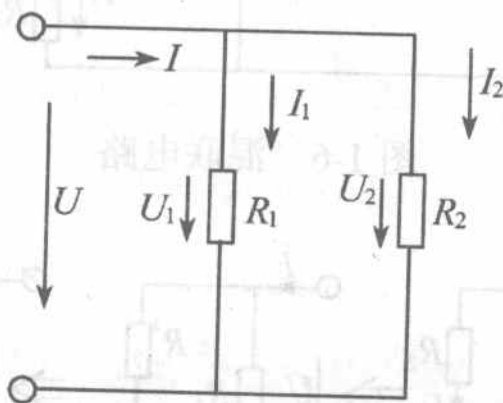

图 1-5 并联电路
(2) 并联电路:把两个或两个以上电阻的首端接在一起,尾端接在一起,然后接在电路的两个端点上,称为电阻的并联电路,如图 1-5 所示。